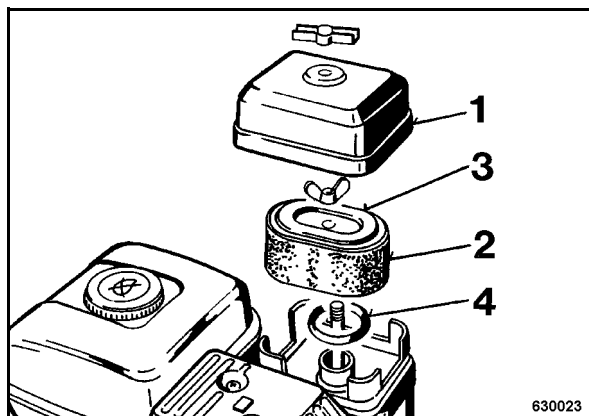

рис. 45
- Демонтировать крышку 1 (рис. 45).
- Отбросить пенообразную вставку (2) и бумажный фильтр (3).